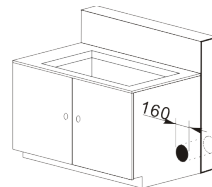

Abbildung 4
5. Öffnen Sie ein etwa 160 mm großes Loch in der Wand in Richtung des Luftauslasses (siehe Abbildung 4).